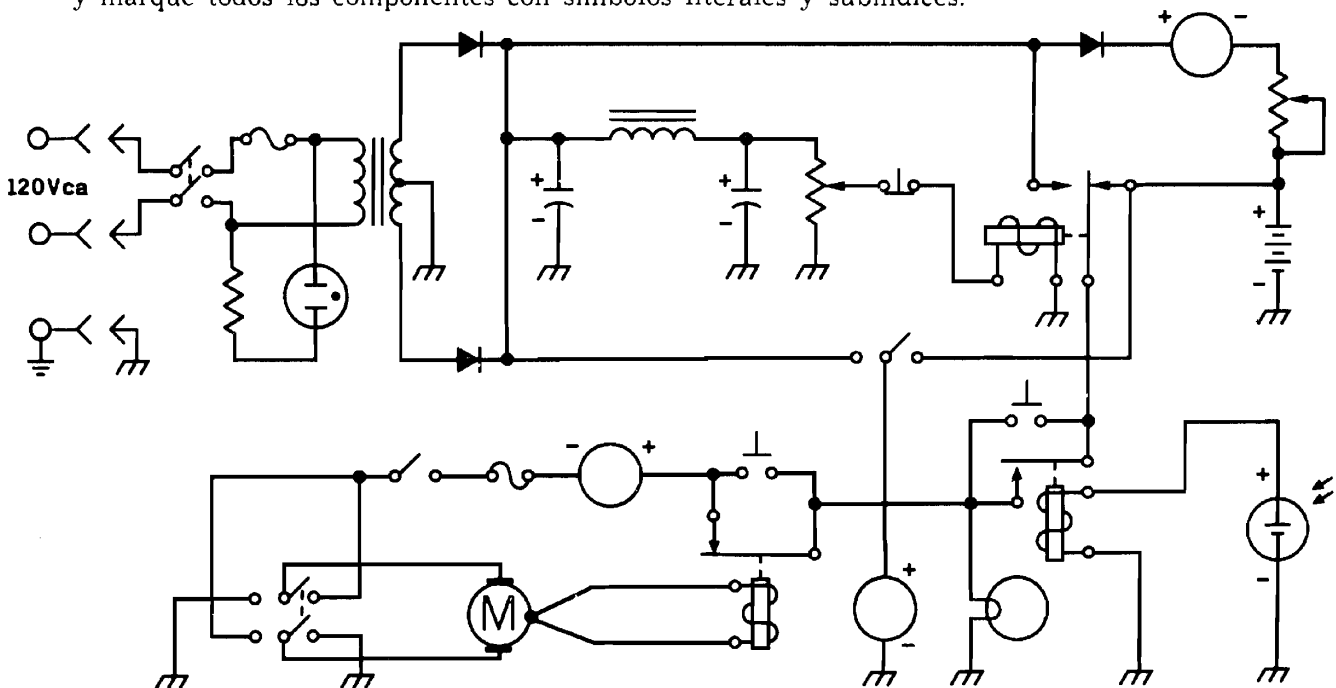

Fig. 3-1
2. Cuando se identifican los componentes en un diagrama esquemático, se usa el símbolo literal. Si en el circuito se encuentra más de una componente, se usan subíndices, por ejemplo:  $R_1$ ,  $R_2$  y  $R_3$ . Usando el esquema que se muestra abajo, en la Fig. 3-1, identifique y marque todos los componentes con símbolos literales y subíndices.